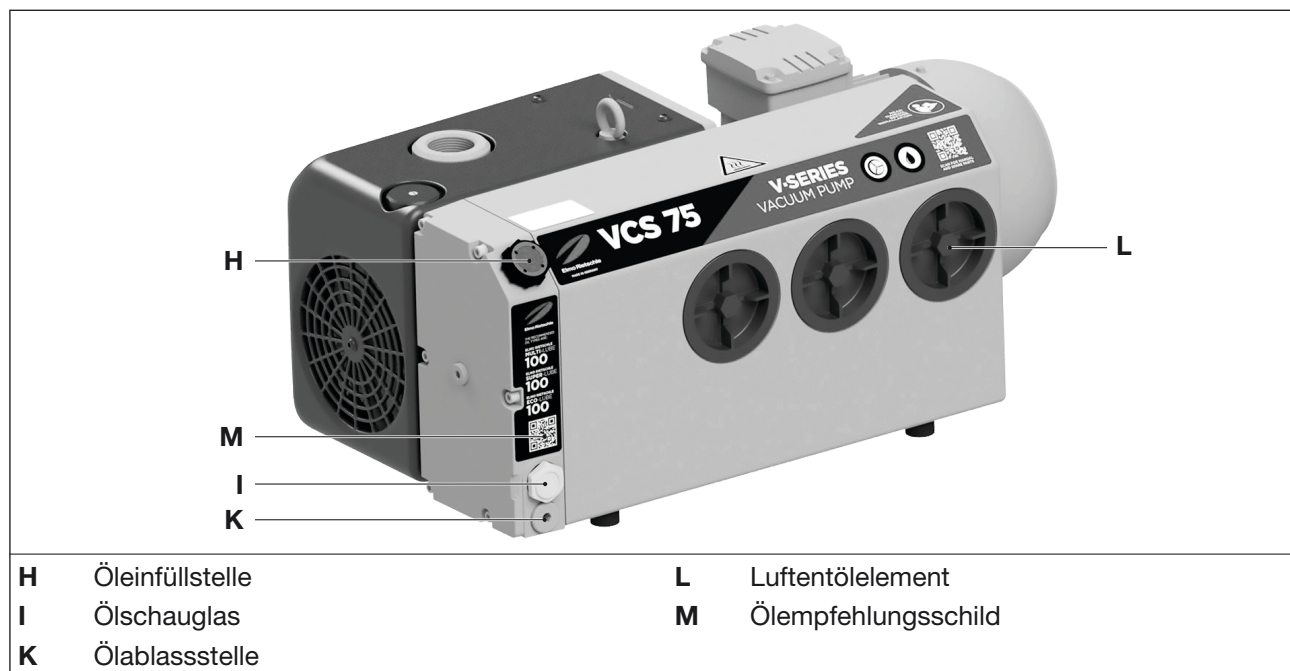

Abb. 7 Ölwechsel und Entölung
Als Betriebsmittel empfehlen wir die Verwendung folgender Elmo Rietschle Öle, siehe Ölempfehlungsschild (Abb. 7/M) sowie Tab. 3 auf Seite 31:
- b) Verschluss der Öleinfüllstelle (Abb. 7/H) öffnen und Öl bis zur Oberkante des Schauglases (Abb. 7/I) auffüllen.
- b) Verschluss der Öleinfüllstelle (Abb. 7/H) öffnen, Ölablassstelle (Abb. 7/K) öffnen und Altöl vollständig ablassen.
- c) Ölablassstelle (Abb. 7/K) verschließen und neues Öl an der Öleinfüllstelle (Abb. 7/H) einfüllen.
- d) Ölstand am Schauglas (Abb. 7/I) kontrollieren.
- Luftentölelemente (Abb. 7/L) mit einem Ringschlüssel (Schlüsselweite 19 mm) gegen den Uhrzeigersinn herausschrauben.